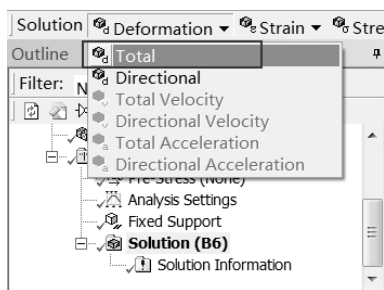
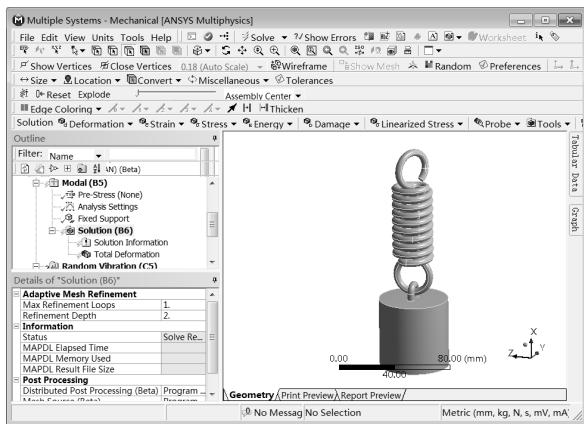

图 10-60 添加变形选项
图 10-67 Mechanical 界面
Step2：选择 Solution 工具栏中的 Deformation（变形） Total 命令，如图 10-60 所示，此时在分析树中会出现 Total Deformation（总变形）选项。
Step3：双击如图 10-67 所示的 C5 栏，此时启动如图 10-60 所示的 Mechanical 平台。